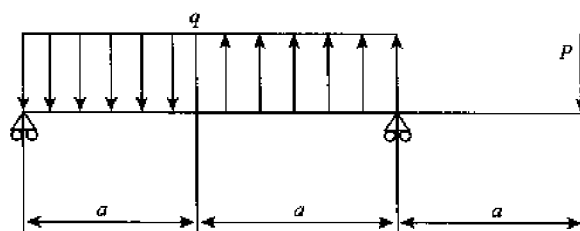

图 2
(2)试用叠加法绘出图 2 所示梁的弯矩图和剪力图,且 $q = \frac{6P}{a}$